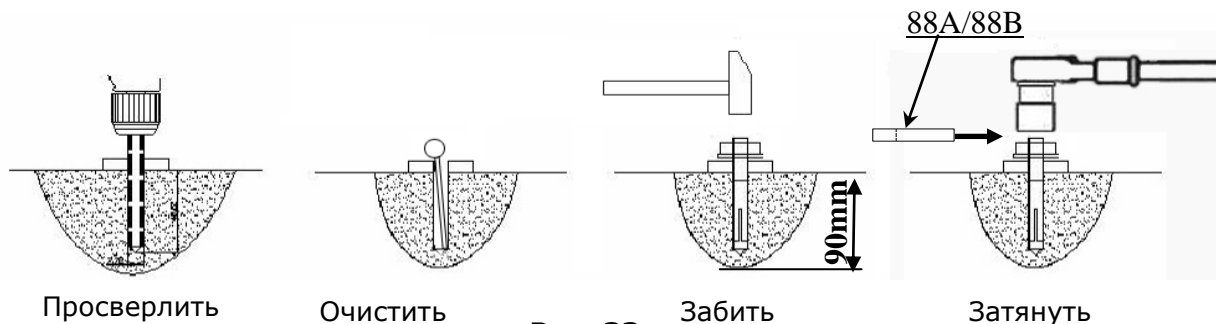

**Рис. 24**
2.1 Поднимите подъемник на 1000mm, затем просверлите отверстия для анкеров (См. рис.24).